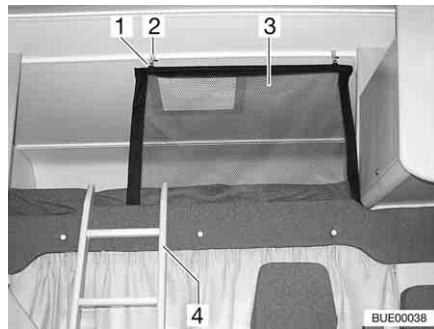
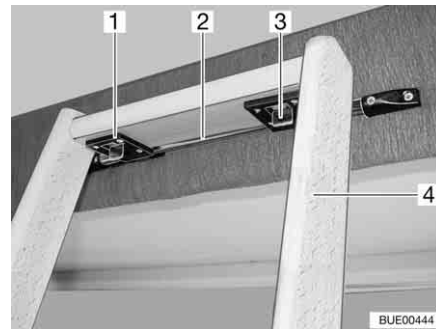

Fig. 94 Letto mansarda
Fig. 95 Scaletta di accesso, bloccaggio
Scaletta di accesso Per salire sul letto mansarda utilizzare la scaletta di accesso (Fig. 94,4 e Fig. 95,4) in dotazione ai modelli di serie.
- Agganciare la scaletta con i due ganci (Fig. 95,1) presenti sulla guida (Fig. 95,2) al pannello cieco del letto.
- Spingere i due bloccaggi (Fig. 95,3) in avanti.
Rete protettiva La rete protettiva (Fig. 94,3) è stivata sui modelli di serie tra il materasso e il telaio portamaterasso. Fissare la rete protettiva soltanto dopo che le persone si sono stese nel letto mansarda.
- Agganciare il supporto (Fig. 94,1) negli occhielli sul soffitto (Fig. 94,2).